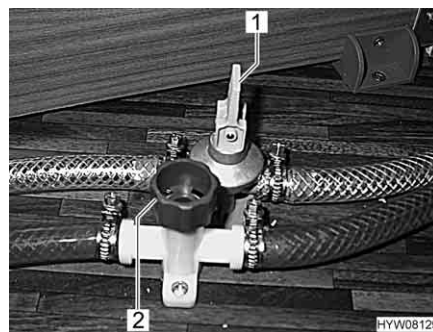

Bild 127 Ablasshähne
- Alle Ablasshähne für den Boiler schließen. Dazu den Kipphebel (Bild 127,1) waagrecht stellen bzw. die Kappe (Bild 127,2) im Uhrzeigersinn drehen.
- Alle Ablasshähne für den Boiler öffnen. Dazu den Kipphebel (Bild 127,1) senkrecht stellen bzw. die Kappe (Bild 127,2) entgegen dem Uhrzeigersinn drehen.